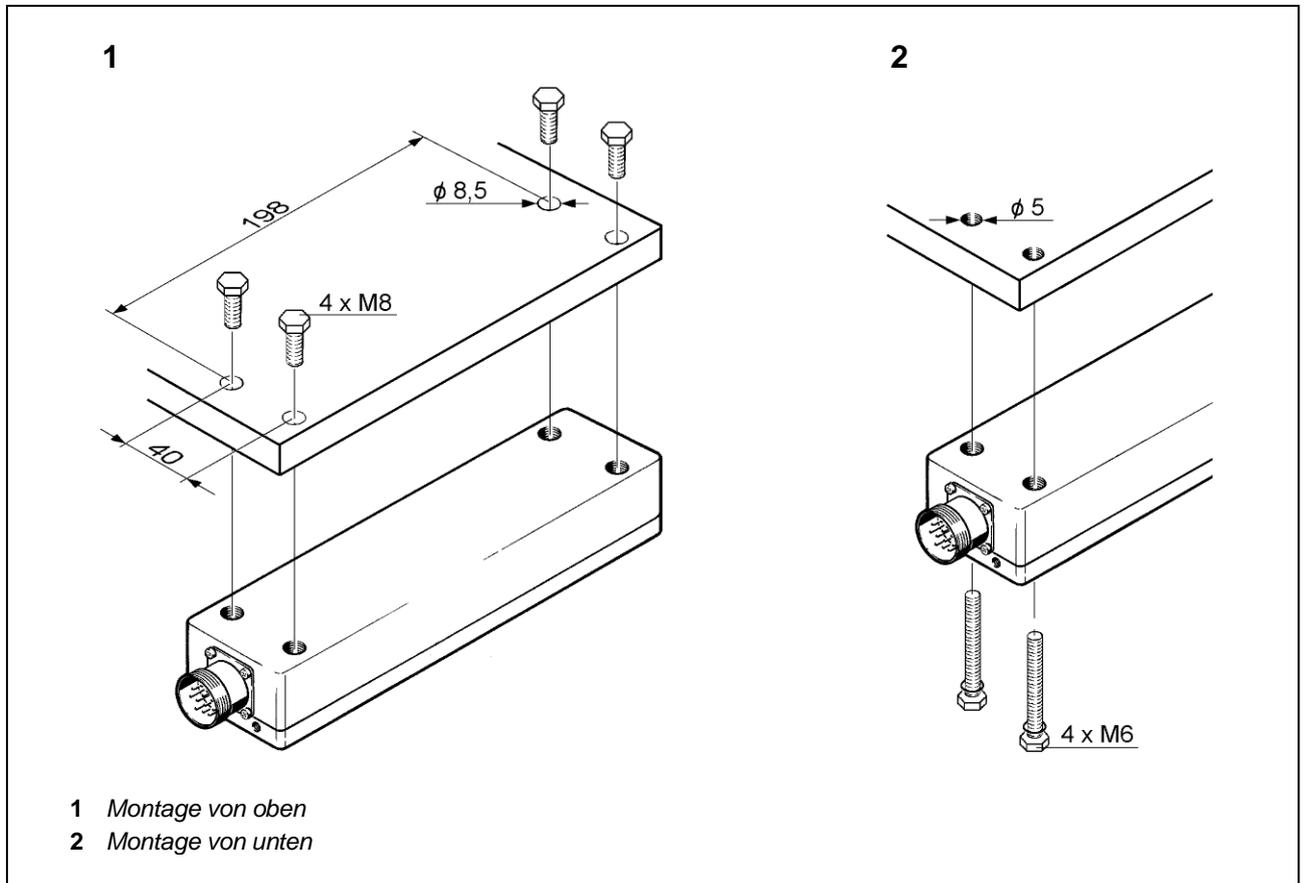

Abb. 8-1 Montagemöglichkeiten des Sensors
- Bohren Sie, unter Berücksichtigung der vorgenannten Bedingungen und der in Abb. 8-1 angegebenen Maße, entweder vier Durchgangsbohrungen (Durchmesser 8,5 mm) oder vier Gewinde-Kernbohrungen (Durchmesser 5 mm) in die Sensor-Montageplatte.